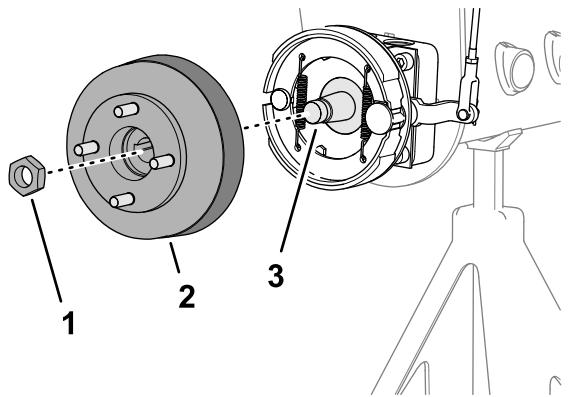
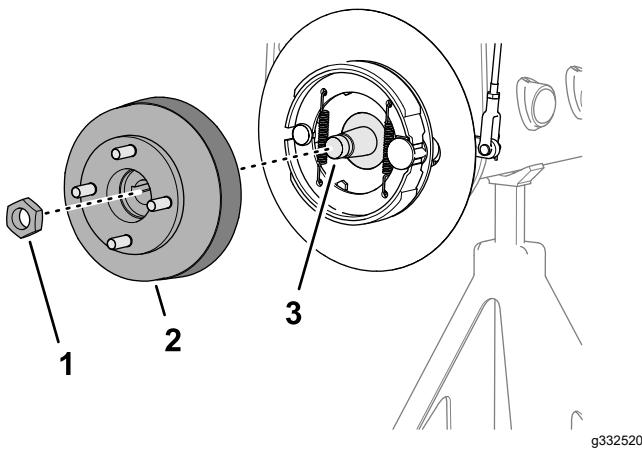

Figura 75
Figura 76
1. Retire la contratuerca que sujetá el cubo al eje del motor de rueda (Figura 75 o Figura 76).
4. Utilice el extractor de cubos de rueda especificado para retirar el cubo de la rueda y el tambor de freno del eje del motor de rueda (Figura 75 o Figura 76).